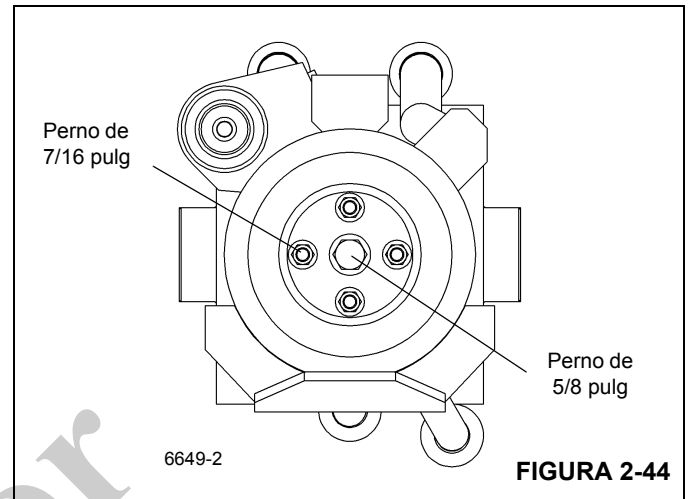

FIGURA 2-44
15. Cubra las roscas del perno de 5/8 pulg con Loctite 290. Instale la placa del extremo de la varilla y fijela al extremo de la varilla interior usando el perno de 5/8 pulg y la arandela. Apriete el perno a un par de 144 a 156 lb-pie (195 a 211 Nm) (Figura 2-44).
16. Instale los pernos de 7/16 pulg y arandelas en la placa de retención de la varilla interior. Apriete los pernos a un par de 48 a 52 lb-pie (65 a 70 Nm) (Figura 2-44).